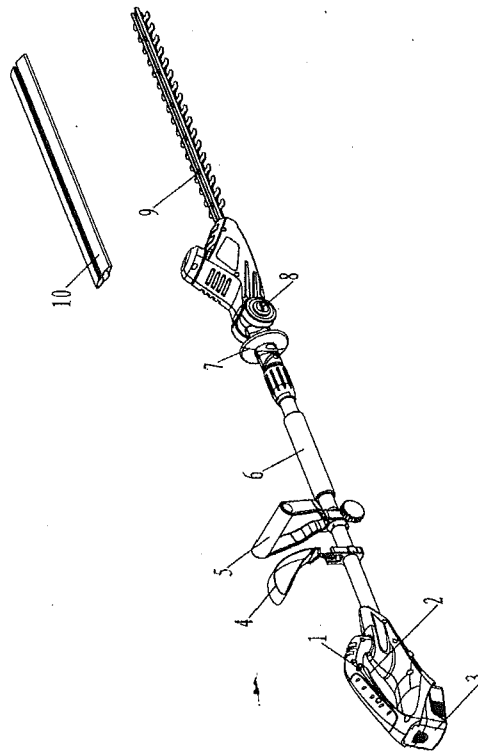

Abbildung 21
- Wenn das Werkzeug in Betrieb ist, darf die Hand nicht über den Griffschutz (7) hinausragen oder in Berührung mit der Klinge (9) kommen. Siehe Abbildung 21.
ÜBERSICHT (Abbildung 21)